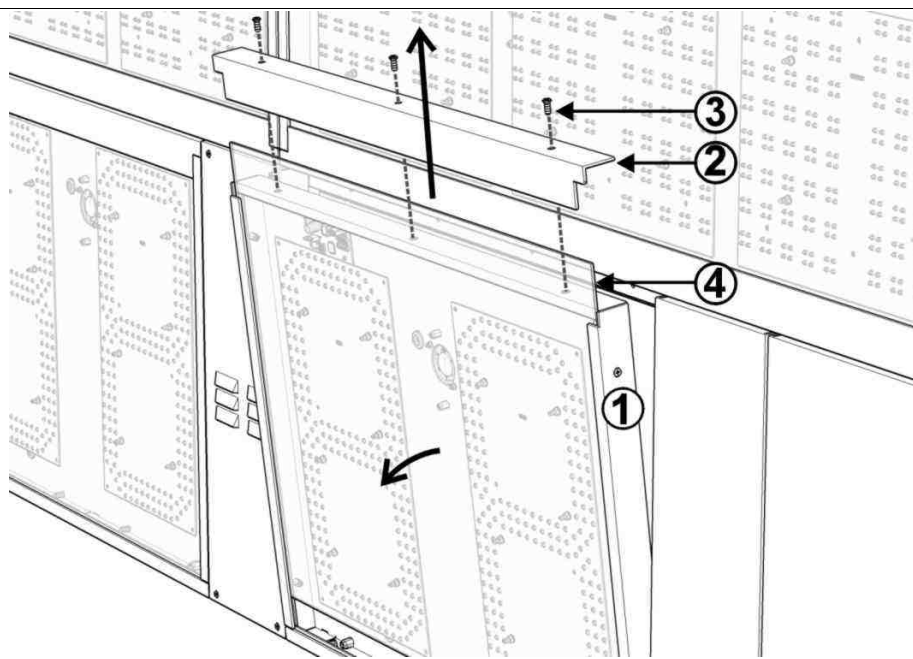

Fig. 21: Perfil de sujeción del panel frontal transparente
- b) Empujar un poco adelante el módulo hasta que sobresalgan los tornillos de montaje del perfil de arriba que sujeta el panel frontal transparente (Fig. 21).
3. Desatornillar los tornillos de montaje y quitar el perfil de arriba que sujeta el panel transparente (Fig. 21).